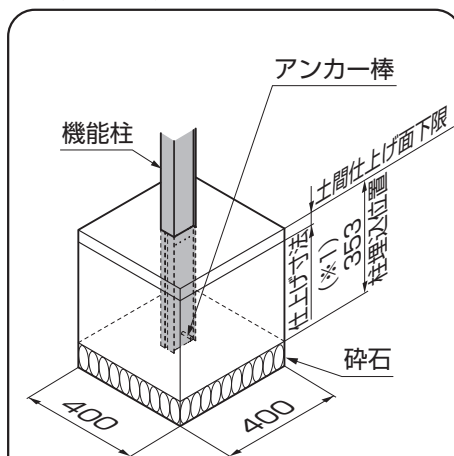

図2-7 機能柱の場合
- 主柱・機能柱には向きがあります。図を参照して設置してください。(図2-6、図2-7参照)